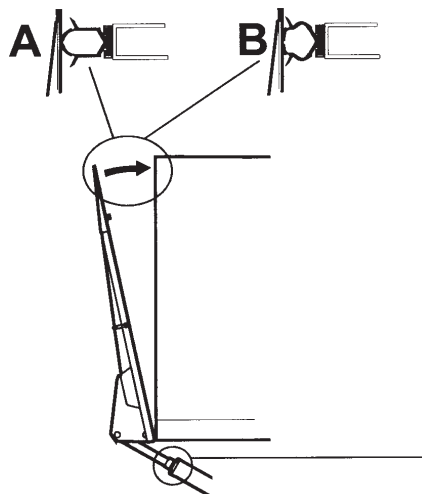
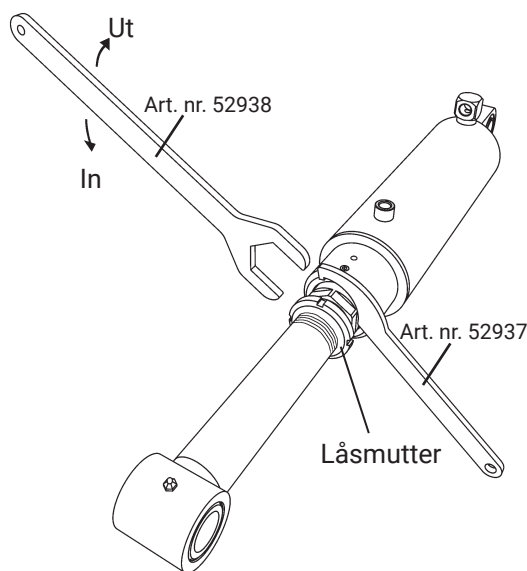

Bild 34. Justering av anliggning mot påbyggnad
Bild 35. Justering av tiltvinkel
5. Lossa låsmutter, enligt Bild 35 (Zepro verktyg 52937).
6. Vrid justerhylsan (nyckelvidd 41 mm), enligt Bild 35 (Zepro verktyg 52938), så att lyftbryggan går precis mot påbyggnad, enligt Bild 34 A.
8. Lossa låsmutter, enligt Bild 35
9. Vrid justerhylsan, enligt Bild 35, så att tiltcylindern passar mot infästningen på lyftbryggan, enligt Bild 34 A.
10. Justera sedan båda cylindrarna den sista biten växelvis så att de går mot påbyggnation enligt Bild 34 B.